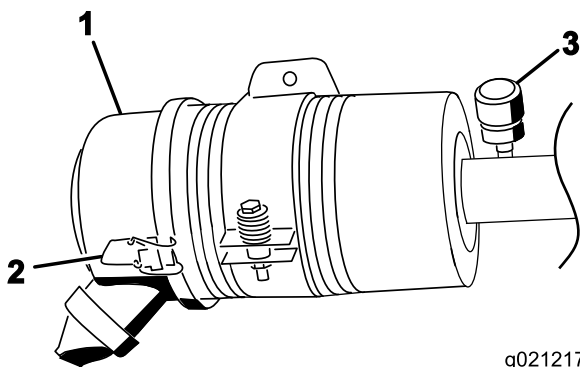

Figura 83
Faça a manutenção ao filtro de ar apenas quando o indicador de manutenção o exigir (Figura 83). Mudar o filtro de ar antes de ser necessário apenas aumenta a possibilidade de entrar sujeira no motor quando retira o filtro.
3. Liberte os trincos que fixam a cobertura do filtro de ar ao respectivo corpo (Figura 83).